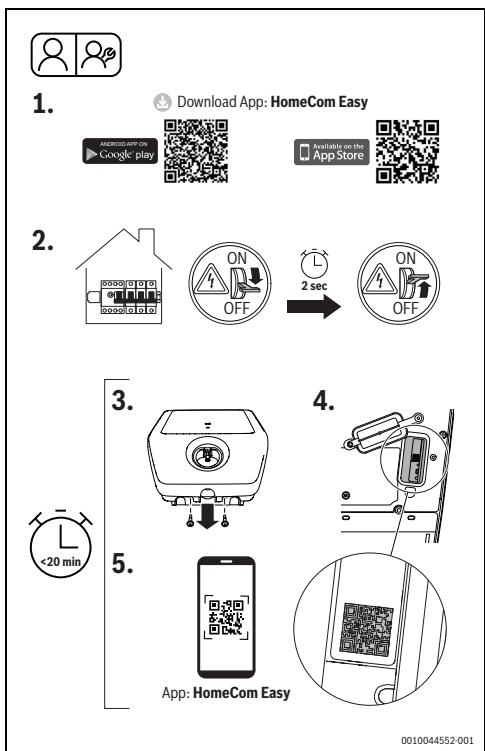

Fig. 355 HomeCom Easy
- Slå av Power Charge 7000i på instrumentbordet for strømforsyningen, vent i 2 sekunder, og slå det på igjen (fig. 355, trinn [2]).
- Løsne de to skruene på frontdekslet (fig. 355, trinn [3]).